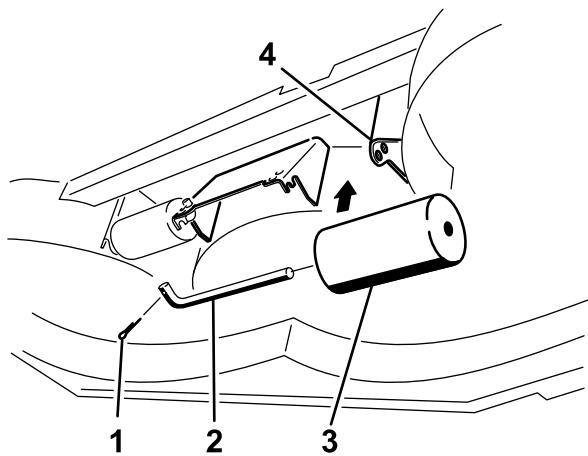

図 24
4. デッキからローラをはずして希望する高さに付け直す；図 20～図 24のうち、該当するものを参照。